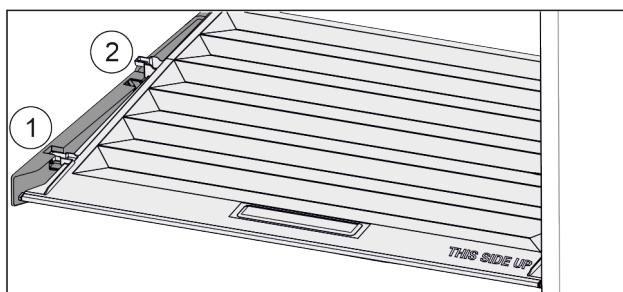

Fig. 98
- ▶ Veko potiahnite dopredu až k otvoru v prídržných dieloch Fig. 98 (1).
- ▶ Vzadu ho nadvihnite zospodu a zložte smerom nahor Fig. 98 (2).